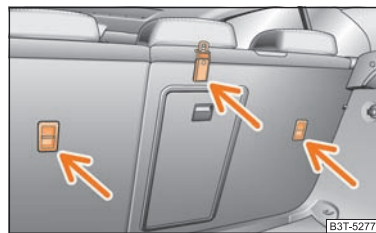

Fig. 169 Asiento posterior: Top Tether
En algunos países, las disposiciones legales vigentes exigen el equipamiento de los asientos posteriores con argollas de fijación para asientos infantiles del sistema "Top Tether" ⇒ fig. 169.
- **Fije los asientos infantiles con el sistema "Top Tether" solamente en los puntos prescritos ⇒ fig. 169.**